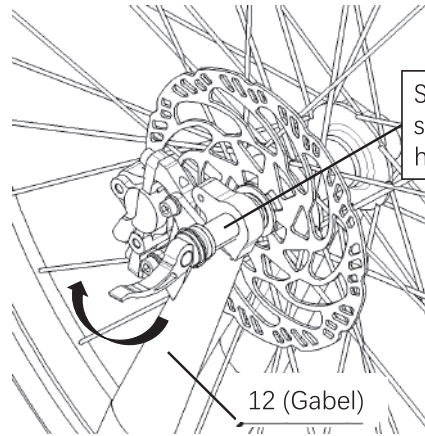

Abb. 45-1
d. Führen Sie den Schnellspannhebel von der Scheibenseite her so weit wie möglich ein. Möglicherweise müssen Sie das Vorderrad leicht verstellen, damit der Schnellspannhebel leichtgängig ist. Drehen Sie ihn im Uhrzeigersinn ein, bis er sich fest anfühlt, wie in Abb. 45-1 gezeigt.